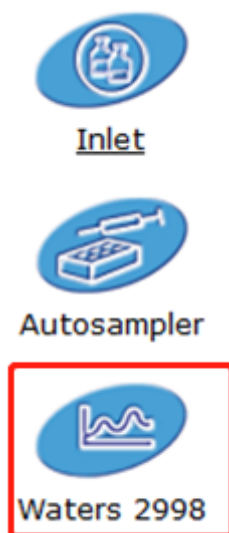

图6-26
- 在Inlet Method方法编辑窗口, 点击Waters 2998选项, 弹出Modify 2998 PDA Detector Instrument Method窗口 (图6-26)